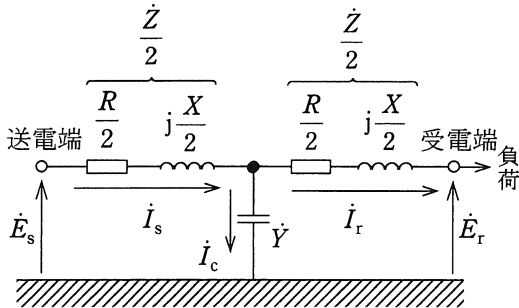
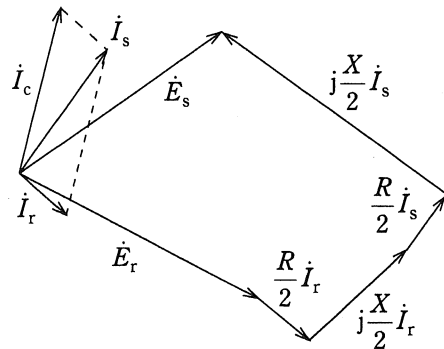

図 3
図 4
次に、送電線路のこう長が長く、静電容量が無視できず、等価的に図3のように表される送電系統について考える。このとき、送電端電流と電圧のベクトルはそれぞれ、 $\dot{I}_s =$   (4) 、 $\dot{E}_s =$   (5) となり、ベクトル図で表すと図4のようになる。図4では受電端電圧は送電端電圧より高くなっており、このような現象を  (6) という。
図3において、 $R=0.0$  [p.u.]、 $X=0.4$  [p.u.]、 $Y=0.2$  [p.u.]、 $E_s=1.0$  [p.u.] とし、受電端から負荷に進み無効電流  $0.1$  [p.u.] が流れ出ているとすると受電端電圧  $E_r$  は送電端電圧  $E_s$  よりも  (7) [p.u.] 高くなる。ここで受電端電圧を  $1.0$  [p.u.] にするためには  (8) [p.u.] のアドミタンスを持つ分路リアクトルを受電端に投入する必要がある。